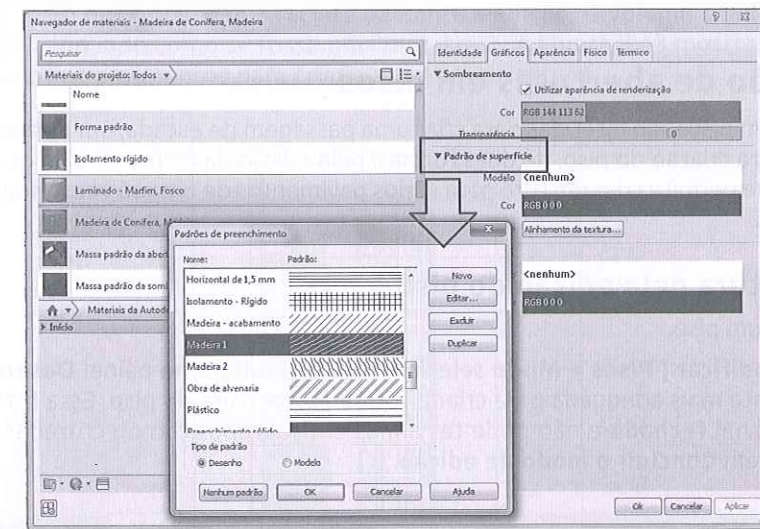

Figura 9.37 – Definição do material do piso.
5. Em seguida altere o valor da espessura para 0.05 e o material, da mesma forma que vimos em paredes. O material do piso poderá ter uma hachura, de forma a representar o material, no caso madeira. Para isso escolha a hachura em **Padrão de superfície** como mostra a Figura 9.37.